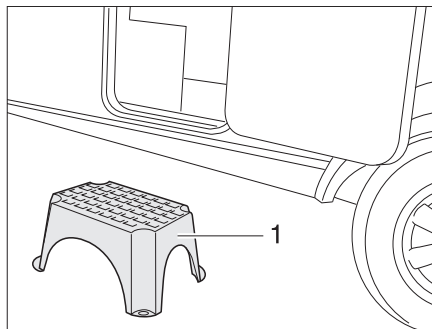

Fig. 18 Scalino di ingresso (non fissato all'interno)
- Collocare lo scalino di ingresso (Fig. 18,1) davanti all'entrata del caravan.